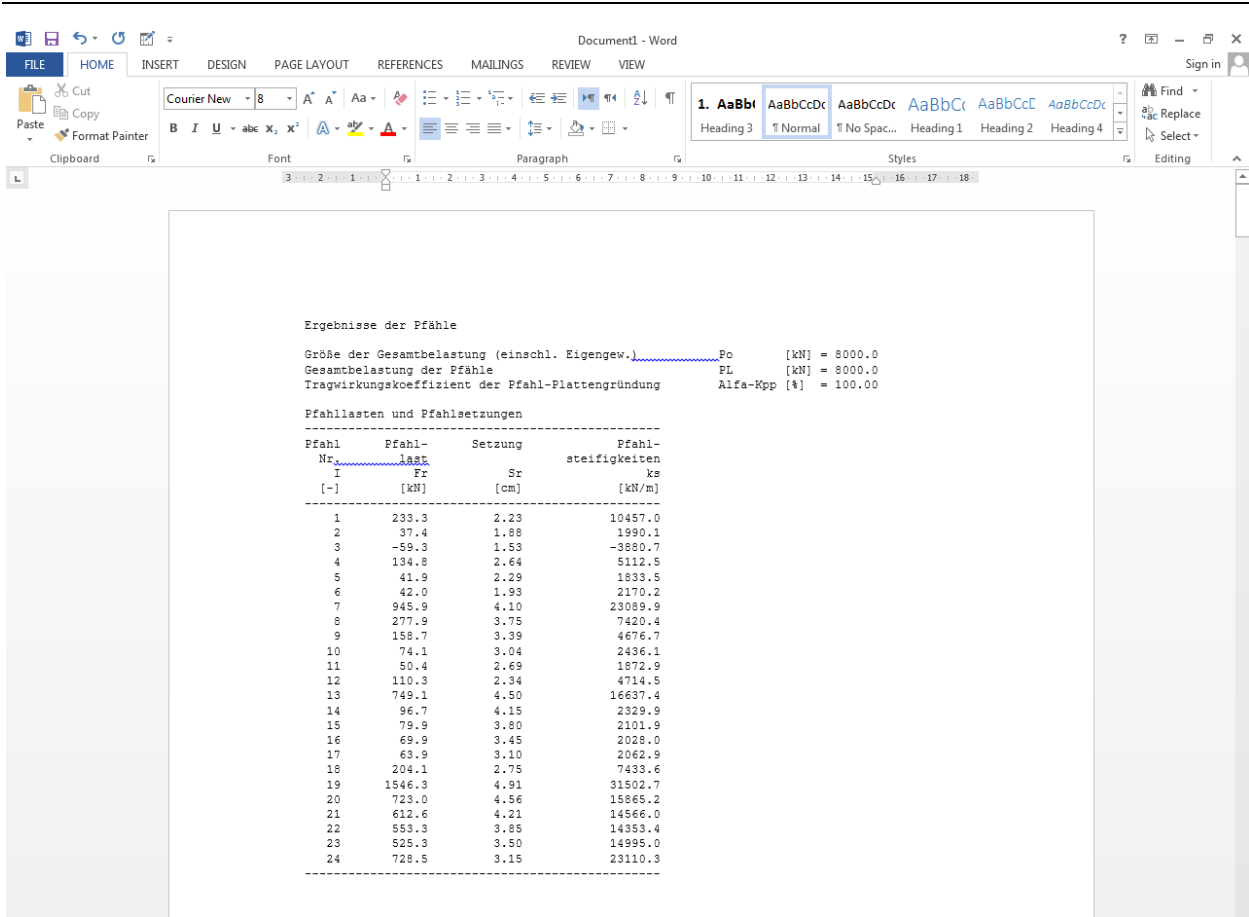

Bild 11.41 Exportierte Ergebnisse in MS Word
- Wählen Sie "Senden an Word" aus dem Menü "Datei", wenn Sie die Tabelle zu einer MS Word-Anwendung exportieren wollen (Bild 11.41)